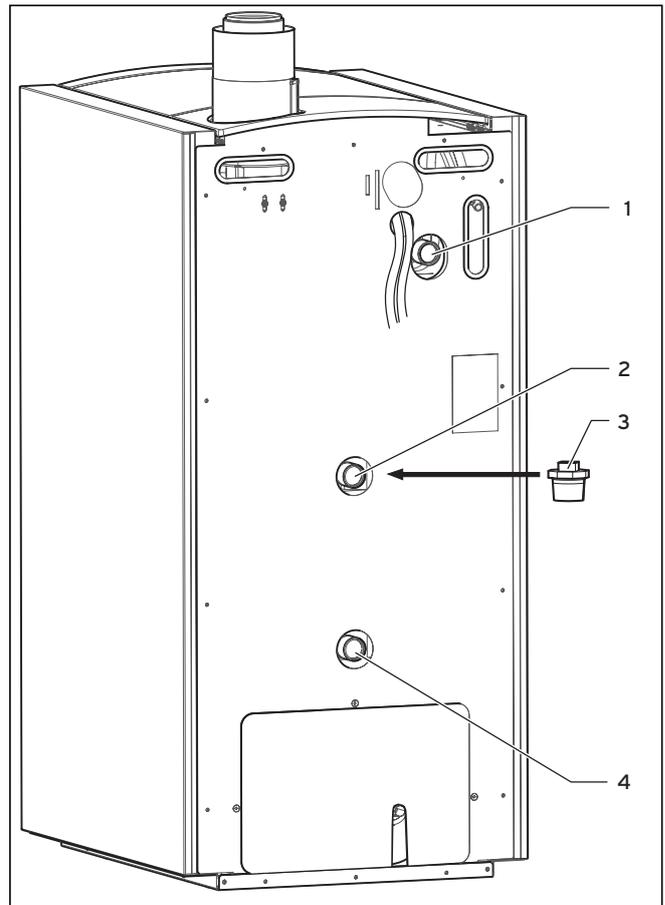

Abb. 5.6 Heizungsseitiger Anschluss ((Pfeil bei 3 verlängert))
- Nutzen Sie zum hydraulischen Anschluss eines Speichers den Speicherrücklauf (2) (siehe Abb. 5.6).